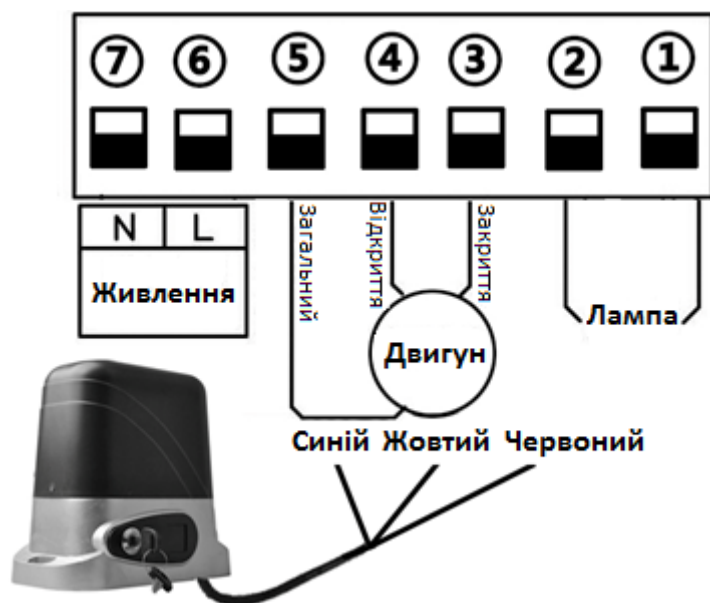

Рисунок 8
6.2.1. Встановлення двигуна праворуч від воріт (див. Рис. 8)